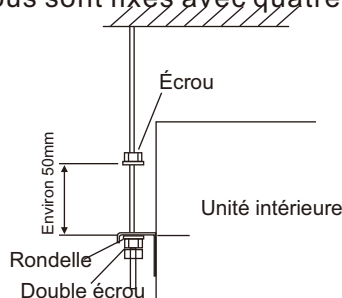

Fig. 3.5 Boulons de suspension et écrous
(1) Comment fixer les boulons de suspension et les écrous comme indiqué sur la Figure 3.5, les écrous sont fixés avec quatre boulons.